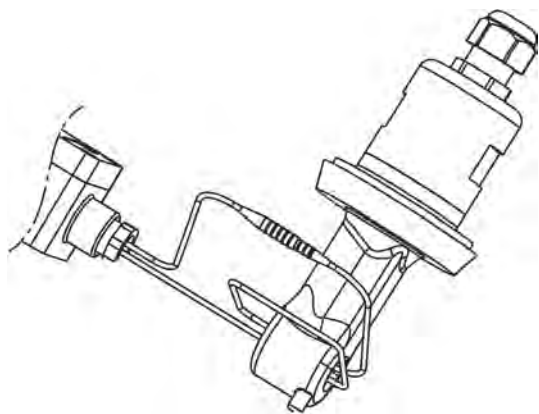

Fig. 78 : Connexion des extrémités des fils
8. ➤ Connectez les extrémités des fils de la boucle conductrice de l'adaptateur d'étalonnage. (Voir Fig. 78 .)